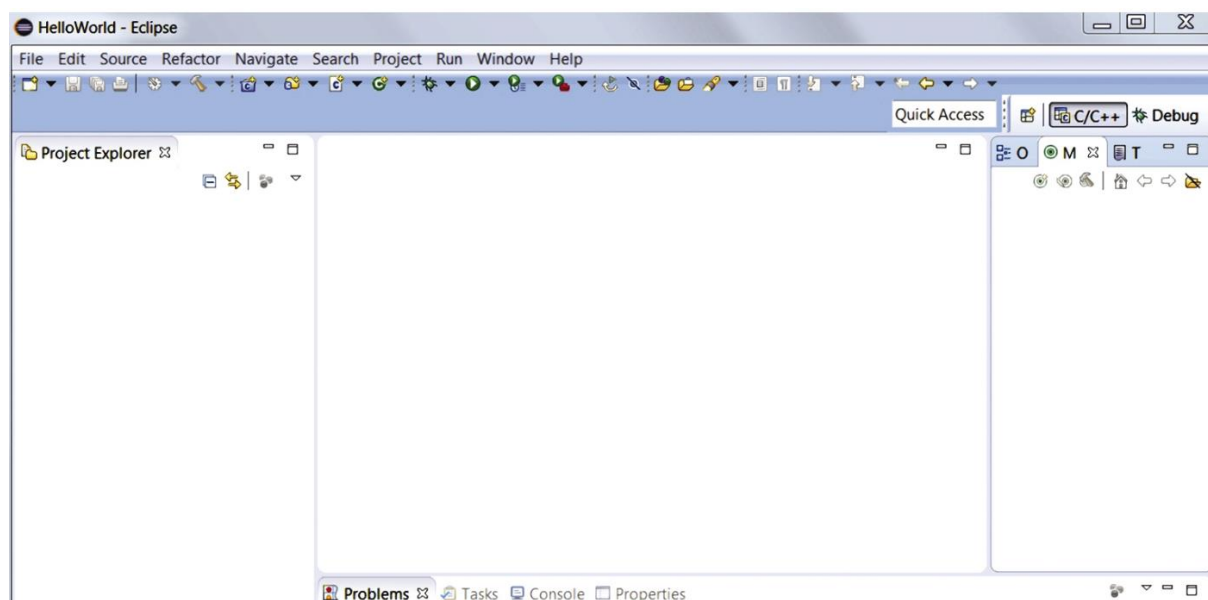

Рис.2.3 SW4STM32.
- SW4STM32 (Рис. 2.3) – интегрированная среда разработки встраиваемого ПО компании AC6 для микроконтроллеров STM32, позволяющая писать программы, загружать и отлаживать их.